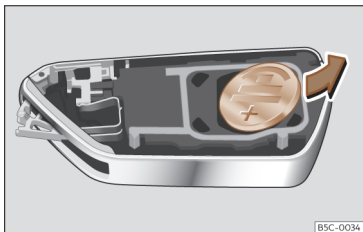

Fig. 81 Clé du véhicule : retirer la pile.
- Retirez la pile du compartiment à l'aide d'un objet pointu adapté >>> **fig. 81**.
- Insérez la pile neuve et appuyez-la dans le logement à pile >>> ①.